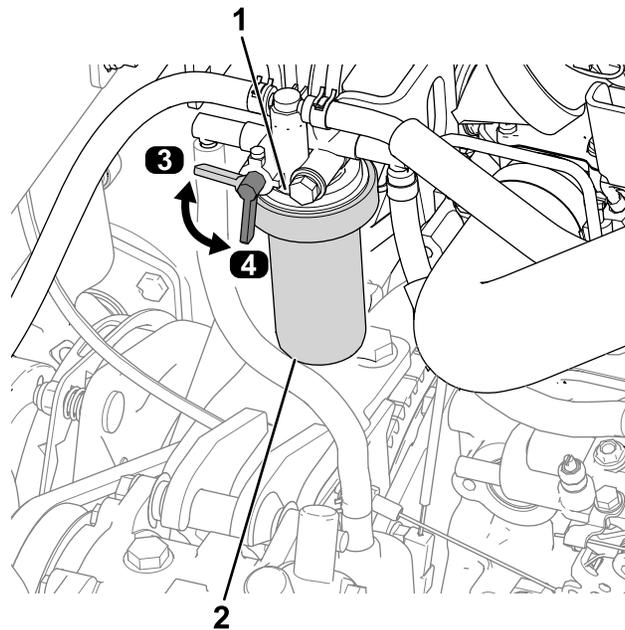

Рисунок 59
1. Переведите рычаг топливного клапана в положение OFF (Выкл.) (Рисунок 59).
2. Очистите поверхность вокруг головки топливного фильтра (Рисунок 59).
3. Снимите фильтр и очистите монтажную поверхность головки фильтра (Рисунок 59).
6. Переведите рычаг топливного клапана в положение ON (Вкл.) (Рисунок 59).